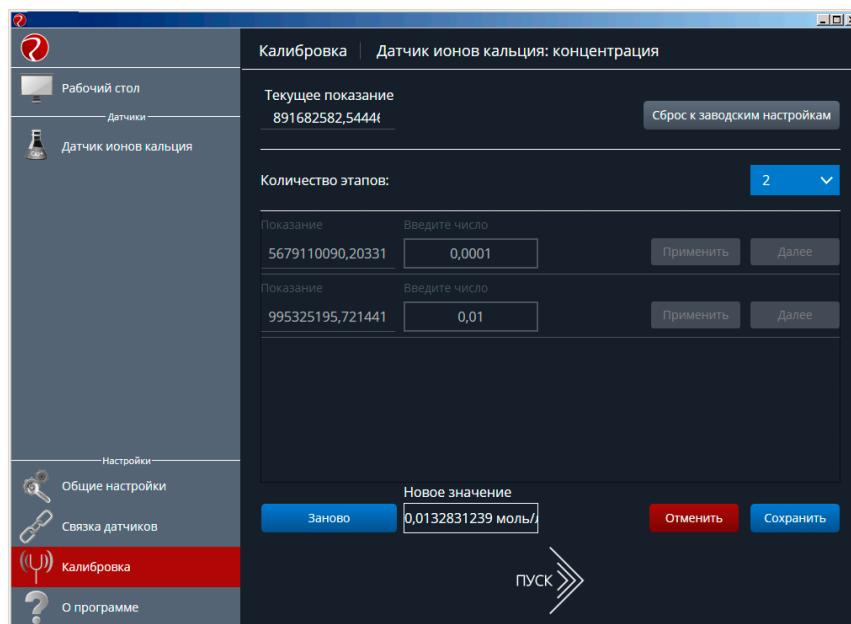

Рисунок 7 – Сохранение результатов калибровки
12) После нажатия кнопки «Далее» на последнем этапе калибровки в поле «Новое значение» появится откалиброванное значение концентрации текущего раствора. Если значение удовлетворяет требованиям к точности для производимого эксперимента, нажать кнопку «Сохранить», в обратном случае – повторить процедуру калибровки, нажав кнопку «Заново» (рис. 7). **Внимание!!! Необходимо помнить, что после нажатия кнопки «Сохранить», происходит безвозвратное изменение калибровочных коэффициентов датчика! Неквалифицированное выполнение процедуры калибровки может привести к потере точности используемого датчика. В случае возникновения ошибок при калибровке датчика, необходимо выполнить сброс калибровочных коэффициентов, нажав кнопку «Сброс к заводским настройкам», и повторно произвести процедуру калибровки.**